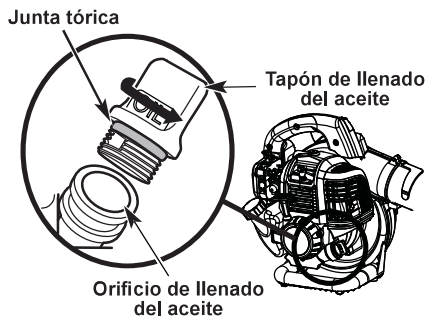

Fig. 8
2. Desenrosque el tapón de llenado de aceite (Fig. 8)
3. Vierta todo el recipiente de aceite en el orificio de llenado de aceite (Fig. 8)
NO rellene en exceso. Consulte el aparato de Comprobación del nivel de aceite. Si utiliza un combustible mezclado: Nunca agregue aceite al depósito de combustible. Esta herramienta tiene un motor de cuatro tiempos. NO mezcle aceite con gasolina. Limpie cualquier derrame de aceite. Asegúrese de que la junta tórica esté en su lugar en el tapón de llenado de aceite (Fig. 8).